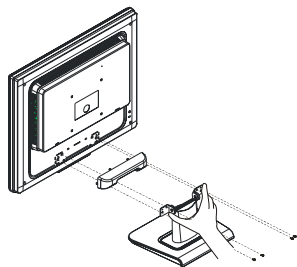
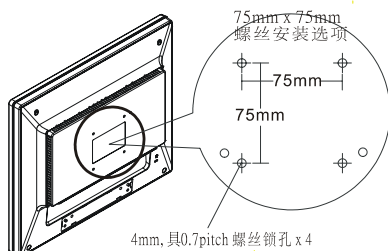

图 1-3
图1-4
2. 从液晶显示器上取下底座。（如图 1-3 所示）
在装配设备之前，请参考图1-3。除了在塑料面板上有四个5mm定位孔之外，液晶显示器后面有四个4毫米、螺距为0.7的螺母，如图1-4所示。这些规格符合**VESA平板显示器物理安装界面标准**（1997年12月13日发布，版本1，第2.1和2.1.3段）。